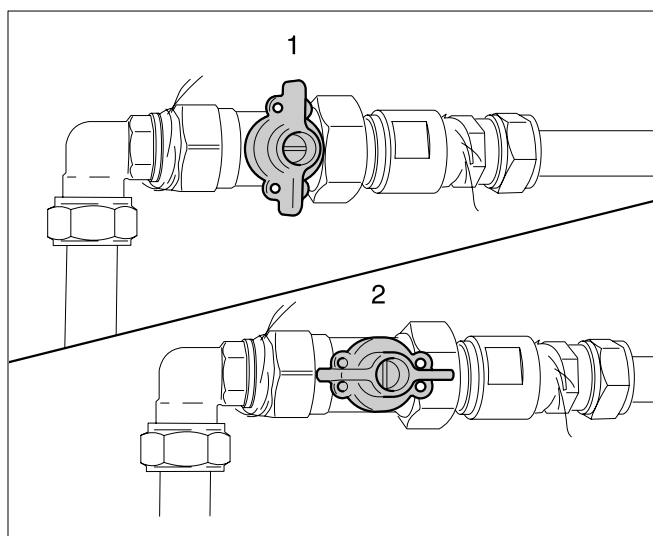

Fig. 56 Robinet de gaz închis (1), robinet de gaz deschis (2)
- Deschideți robinetul de gaz (vezi Fig. 56, Poz. 2).